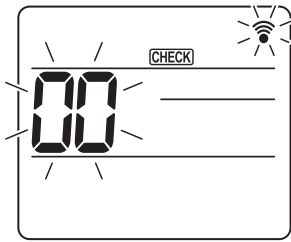
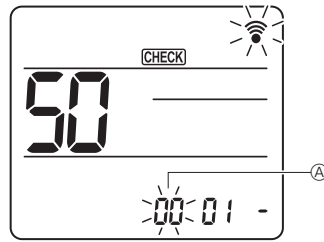
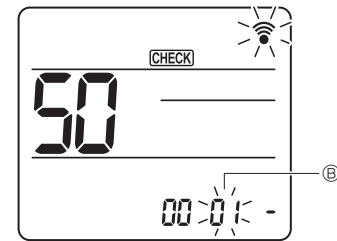
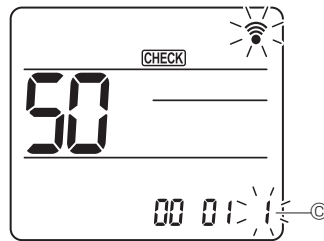

Fig. 7-16
Fig. 7-17
Fig. 7-18
Fig. 7-19
#### 7.4.2. Kablosuz uzaktan kumandada (Fig. 7-16, Fig. 7-17, Fig. 7-18, Fig. 7-19)
[CHECK] (KONTROL) düğmesi yanar ve "00" yanıp söner. (Fig. 7-16)
② Ünite numarasını ayarlama
- Ünite numarasını [A] ayarlamak için [A] düğmesine basın. (Fig. 7-17)
③ Mod seçme
- Mod numarasını [B] ayarlamak için [B] düğmesine basın. (Fig. 7-18)
④ Ayar numarasını seçme
- Ayar numarasını [C] değiştirmek için [C] düğmesini kullanın. (Fig. 7-19)